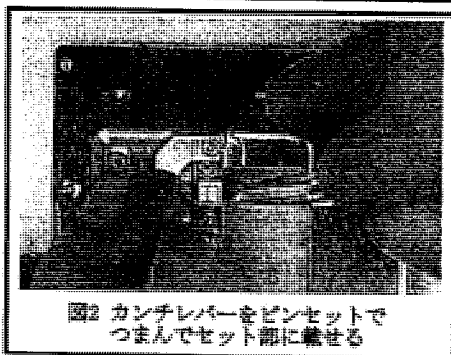

図2 カンチレバーをピンセットでつまんでセット部に載せる
- (7) カンチレバーセット部にカンチレバーを載せる (図 2)